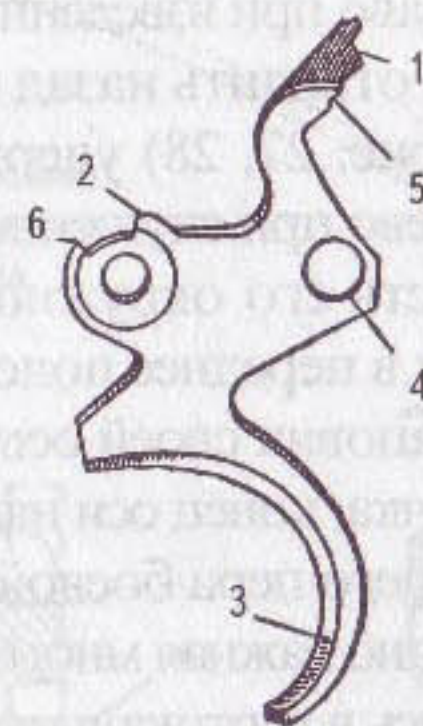

Рис. 26. Спусковой крючок:
Спусковой крючок (см. рис. 26) имеет *коленчатый выступ (1)* для поднимания и опускания ползуна; *шептало (5)*, за которое заскакивает боевой взвод курка при его постановке на боевой взвод; *выем* для нижнего пера боевой пружины; *отверстие (4)* для постановки оси собачки-храповика; *блокирующий выступ (2)*, препятствующий барабану излишне проворачиваться вправо при взведении курка, и *уступ (6)*, помогающий барабану отходить назад после выстрела.